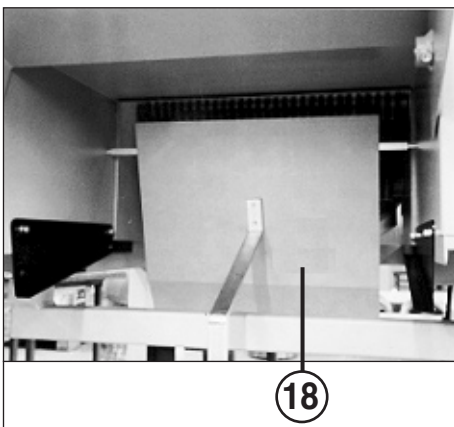

Fig. 3
- 18 = Clapet de commutation „Conteneur plein“ (fig. 3)